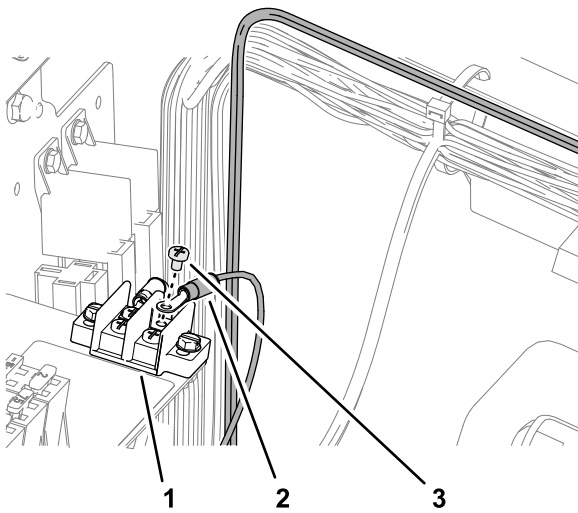

Figura 90
2. Retire un tornillo de terminal del bloque de terminales de tierra (Figura 90).
3. Conecte el terminal de anillo del arnés de cables del kit marcado GROUND al bloque de terminales de tierra con el tornillo del terminal (Figura 90).